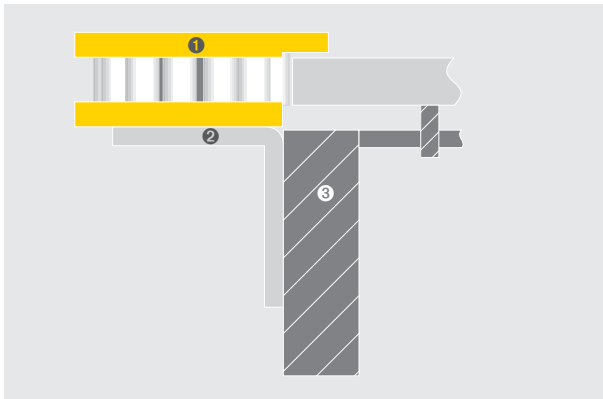

Abbildung 4.1.1
Die deniroll® Kurvenabstützung (1) wird mit Metallwinkeln (2) oder anderen Befestigungselementen an der Rahmenkonstruktion der Kurve (3) befestigt (Abb. 4.1.1). Metallwinkel mit Langlöchern erleichtern die Positionierung.